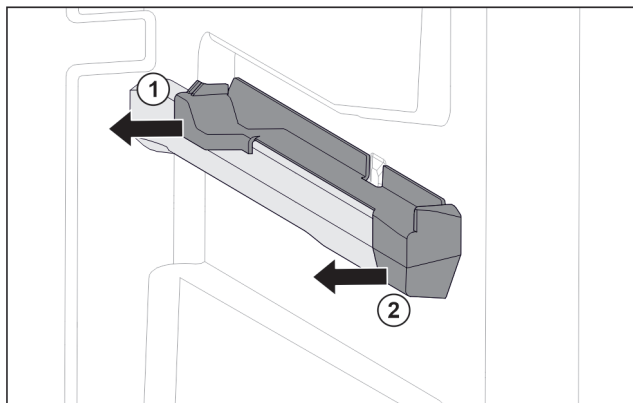

Fig. 118 Pjesa kapëse në brinjën e djathtë të kutisë
- Tërhiqni anash pjesën kapëse në pjesën e pasme. Fig. 118 (1)
- Tërhiqni anash pjesën kapëse në pjesën e përparme. Fig. 118 (2)